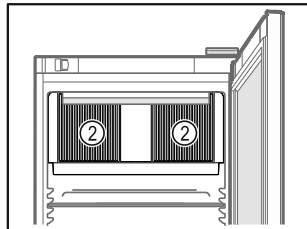

Fig. 71
- Не закрывайте вентиляционную щель Fig. 71 (2) вентилятора циркуляционного воздуха во внутренней камере.